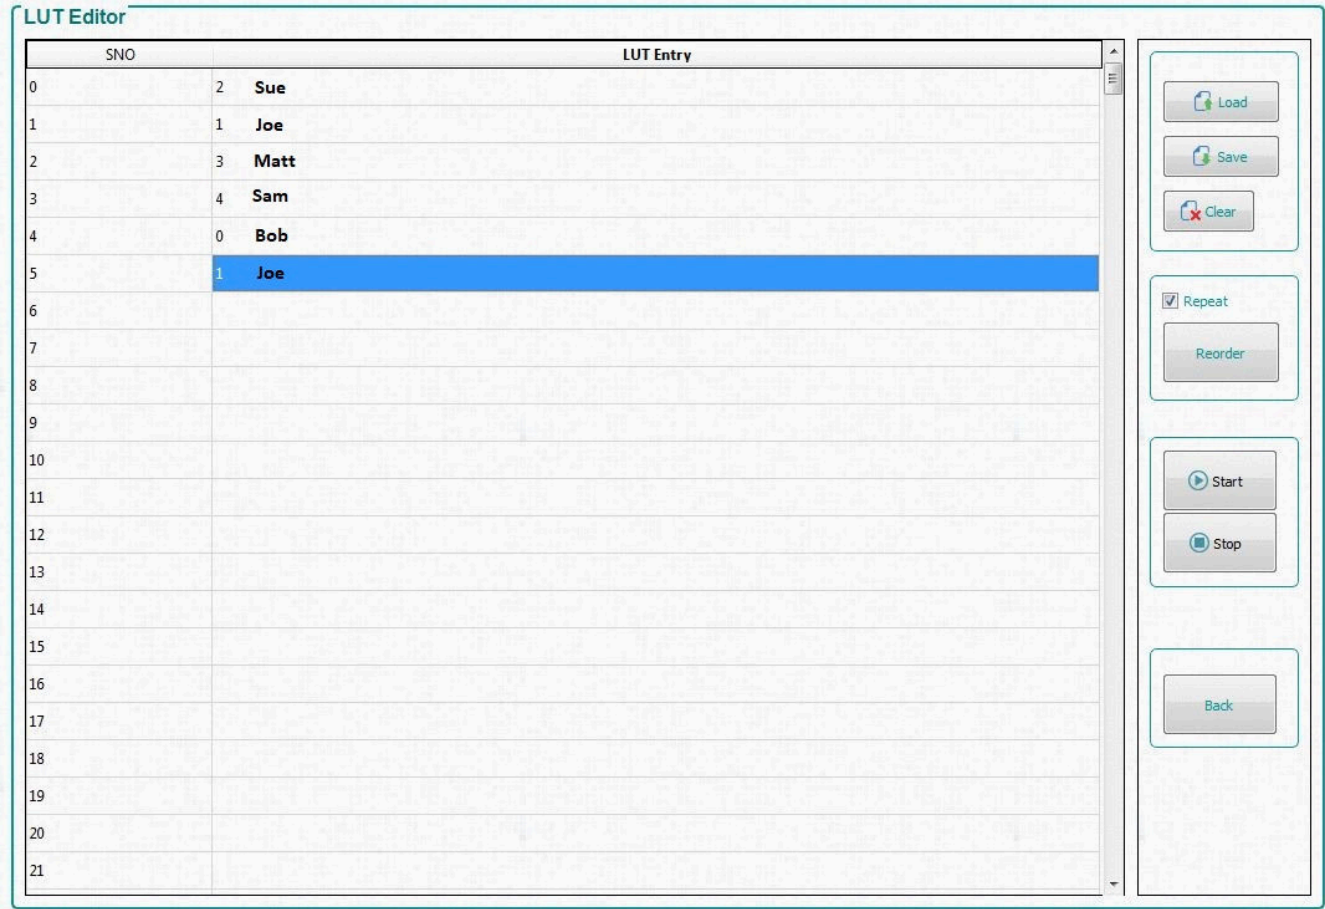
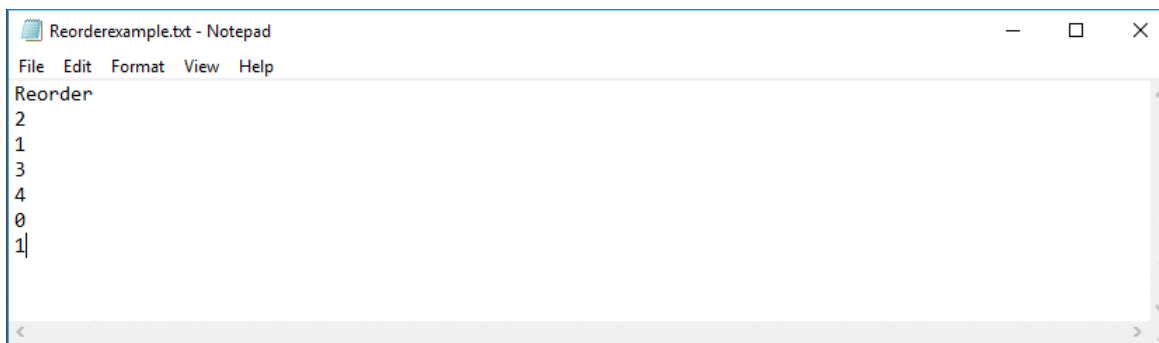

图 3-12. LUT 编辑器面板
图 3-13. 重新排序示例
LUT Editor 面板如 图 3-12 所示，其中 SNO (即序列号) 列代表图案显示时隙编号，这些编号取决于在 *Pattern Design* 选项卡中设置的顺序 (点击 *Update LUT* 之后)，如 图 3-11 所示。然后，用户可以通过手动将所选择的图案编号输入到 *LUT entry* 列中的一行内或加载以 *Reorder* 为开头且后跟所需图案时隙数值的文本文件，从而对这些图案重新排序，如 图 3-13 所示。
7. 点击 *Edit LUT* 按钮以打开 *LUT Editor* 面板，如 图 3-12 所示。此面板最初打开时，“LUT Entry”列为空。
8. 要对这些图案重新排序，请在 *LUT Entry* 第 1 行输入 2，然后依次输入 1、3、4、0 和 1，如 图 3-12 所示。
13. 浏览到保存文本文件的位置，然后在文本编辑器程序中打开文件，如 图 3-13 所示。
使用 GUI 界面时，每个图案都附带几项信息，对应于在原始 LUT 顺序中插入的时隙。因此，将图案重新排序到 LUT 中的不同时隙时，它会保留其原来分配的位信息、时间（曝光和暗时间）、LED 颜色和触发信息，而不是位于 LUT 中重新分配的时隙中的信息。例如，如果图案 3 包含一个用于开始用户执行的触发器输入（如 图 3-11 所示），并被重新排序到时隙 2（如 图 3-12 所示），则触发器输入现在位于 LUT 中的时隙 3 而不是时隙 0。
通过对图案命令（如上 图 3-11 所示的图案），并按棒球比赛中的击球顺序进行处理，有助于理解 **Edit LUT** 特性。这样就更容易理解 **SNO** 列（新的击球顺序）中的时隙序号与插入 **LUT Entry** 列（击球者）中的图案之间的区别。例如，**Bob** 会保留与他的击球位置无关的击球统计数据（也就是位信息、时间、颜色、触发器），如果他原来是第一棒（图 3-11 中的时隙 0），但在新的击球顺序中被移到第五棒（在 图 3-12 中为重新排序后的 LUT 条目 4），他会保留他所有的属性。唯一的区别是，在他前面的四个击球者（图案）（**Sue**、**Joe**、**Matt** 和 **Sam**）击球之前，他不会击球（即不会显示）。另请注意，在我们的示例中，**Joe** 按新的击球顺序击球了两次（**SNO** 2 和 5）。只有一个 **Joe**，在新的击球顺序中击球了两次。同样，原图案列表中的图案可以在重新排序后的显示器 LUT 中多次显示，而无需在 DLPC900 存储器中添加或删除任何图案。因此，系统内存只有在使用 **Update LUT** 功能时会发生变化，而在使用 **Edit LUT**（重新排序）功能时不会发生变化，如 图 3-11 所示。